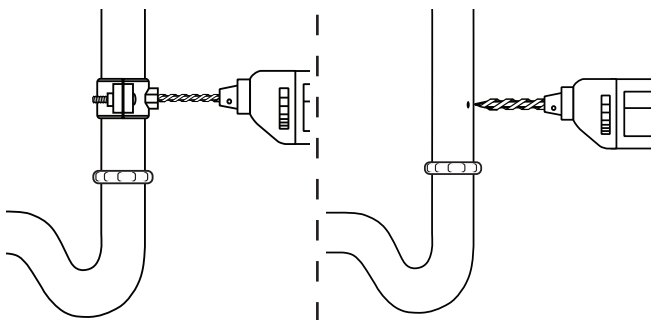

Figure 22
4. Con el orificio del acoplamiento de la abrazadera de desagüe como guía, perfora un orificio de 1/4" (0.6 cm) a un lado de la tubería de desagüe. Vea Figure 22.